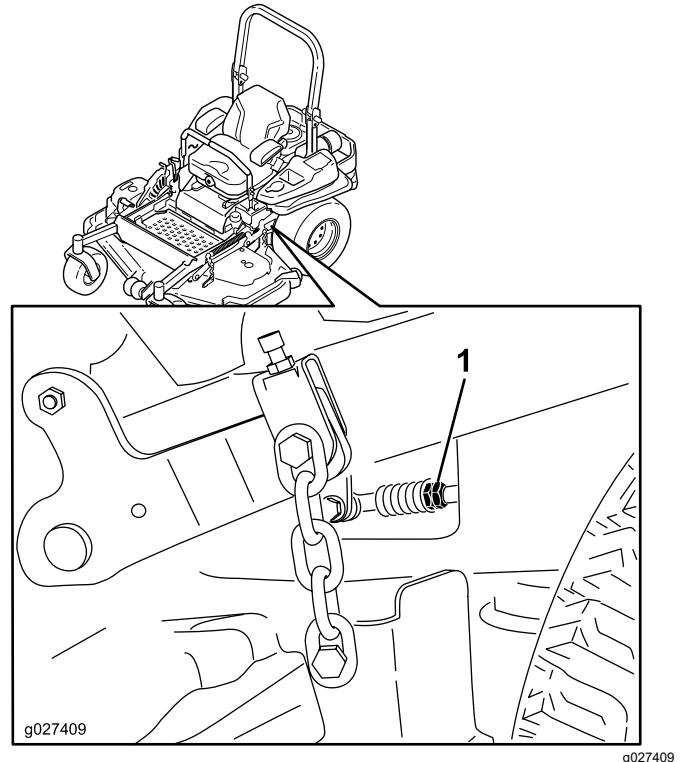

Figura 86
10. Ajuste la longitud de las varillas de control de las bombas girando las tuercas dobles de la varilla en el sentido apropiado, hasta que las ruedas se muevan ligeramente en marcha atrás (Figura 86).